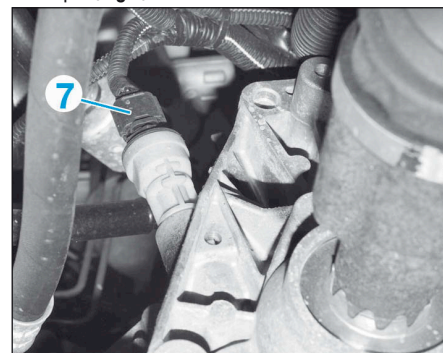

FIG.6
- Débrancher le connecteur (7) du capteur tachymétrique (Fig.6).